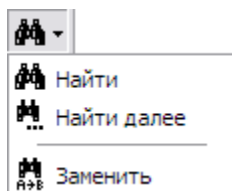

Рис. 5.81
1. На панели инструментов **Стандартная** выберите инструмент **Поиск** . При этом откроется меню (Рис. 5.81).